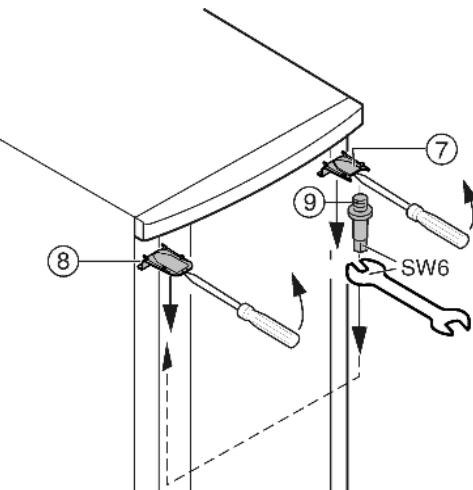

Fig. 7
- Откачете капака Fig. 7 (7) и капака Fig. 7 (8) с помощта на отвертка го свалете косо надолу.
- Развийте лагерните болтове Fig. 7 (9) и ги завинтете здраво (с 4 Nm) от другата страна.
- Монтиране отново на капака Fig. 7 (7) от страната на лагерния болт: бутнете го назад и го контрирайте.
- Монтирайте капака Fig. 7 (8) от другата страна: бутнете го назад и го контрирайте.
- Закачете вратата горе в лагерните болтове *Fig. 7 (9)*.